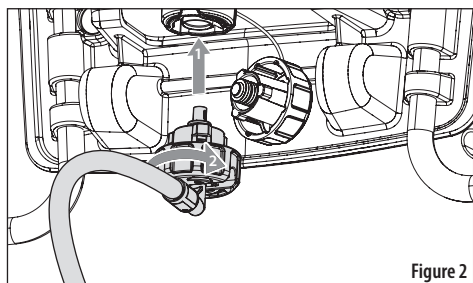

Figure 2
1. Alignez les languettes du raccord cannelé avec le capuchon, poussez le raccord cannelé dans le capuchon jusqu'à ce qu'il s'arrête. Voir Figure 2.